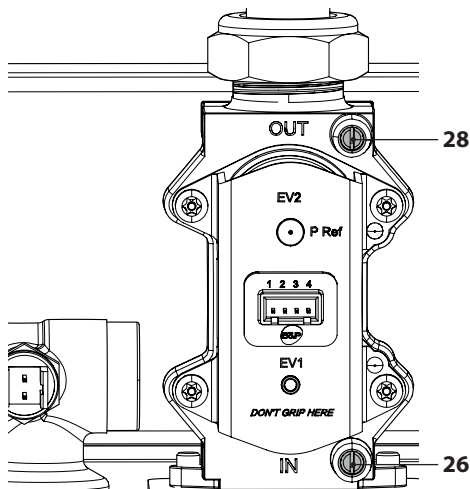

Figura 7.1
- A caldaia spenta (fuori servizio), controllare la pressione di alimentazione utilizzando la presa 26 in Figura 7.1 e confrontare il valore letto con quelli riportati nella tabella Pressioni di alimentazione gas nella sezione "Dati tecnici M300CB.2025 SM" a pag. 26, "Dati tecnici M300CB.2530 SM" pag. 30 e "Dati tecnici M300CB.3035 SM" pag. 34.
- Richiudere bene la presa di pressione 26 in Figura 7.1.